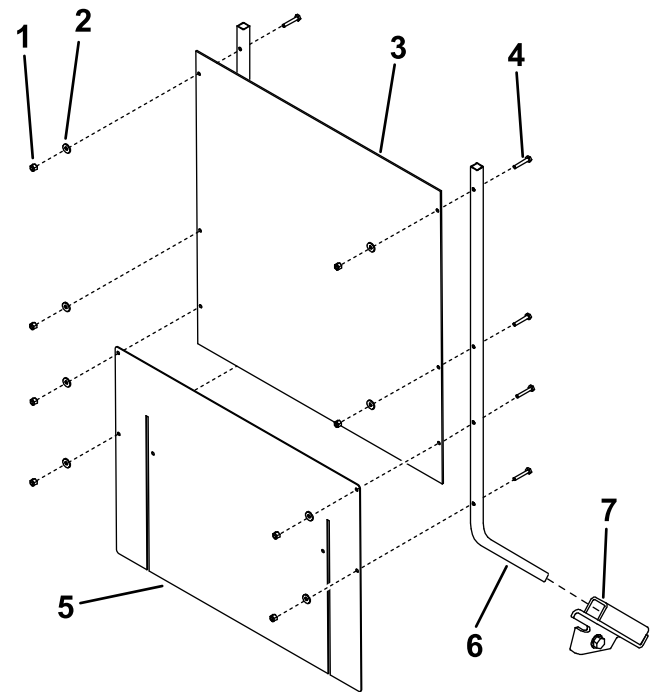
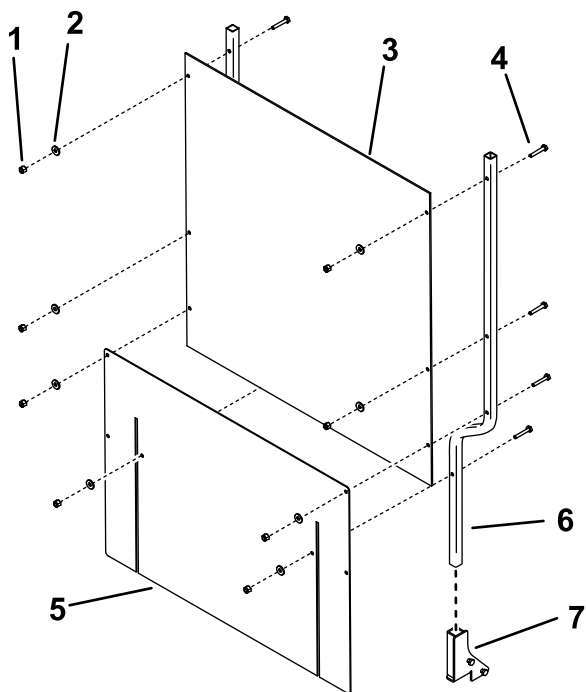
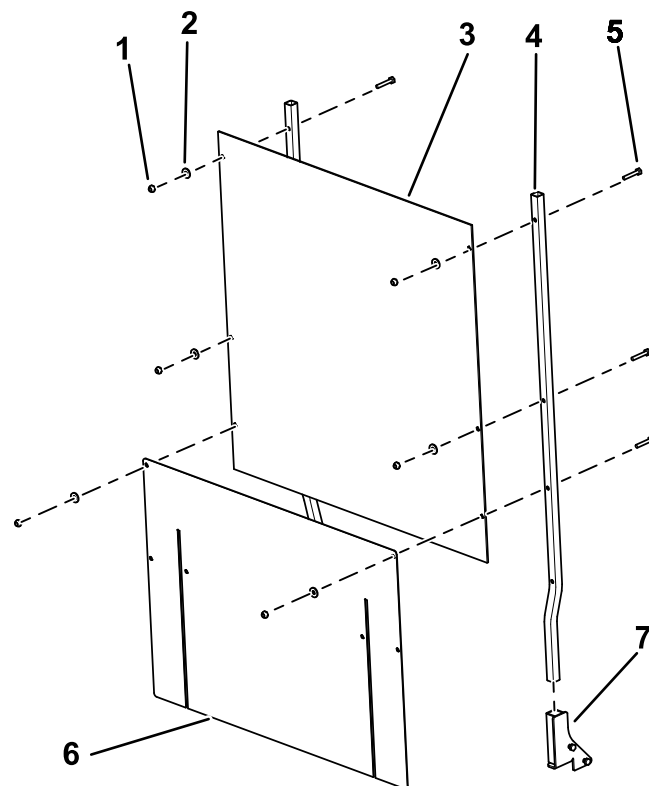

Figura 8
Figura 9
Figura 10
1. Glisați suporturile scutului în fantele din consolele scutului de pe unitatea de tracțiune (Figura 8, Figura 9, sau Figura 10).
- Asamblai scutul i mantaua flexibilă pe suporturile scutului aa cum este ilustrat în Figura 8, Figura 9, sau Figura 10 cu 8 uruburi ($\frac{1}{4} \times 1 \frac{1}{2}$ "), 8 aibe i 8 contrapiulie ($\frac{1}{4}$ ").